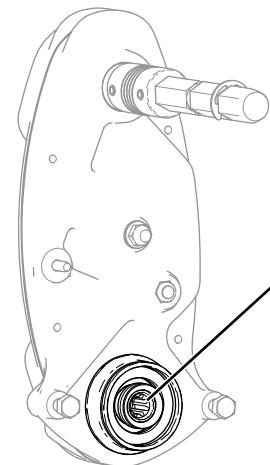

Figura 7
3. Compruebe la grasa que queda en el interior del árbol de transmisión del molinete (Figura 7).